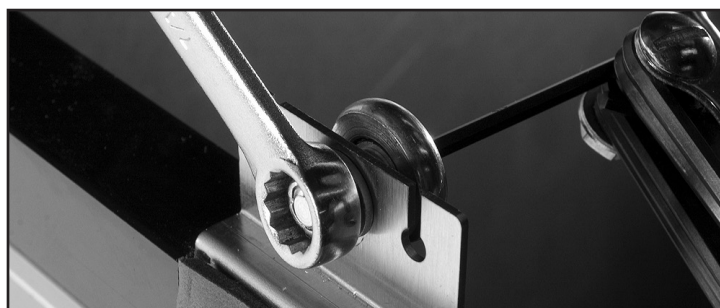

Fig. 1. Ajuste la ruedecilla.
2. Con una llave de 7/16" o una llave ajustable y una llave Allen de 1/8", afloje la ruedecilla y muévala a lo largo del orificio ranurado. Una vez realizado el ajuste, apriete la ruedecilla en su sitio. Véase la fig. 1.